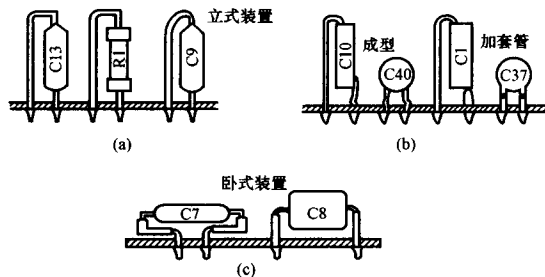
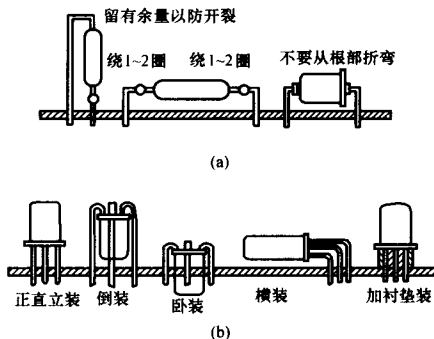
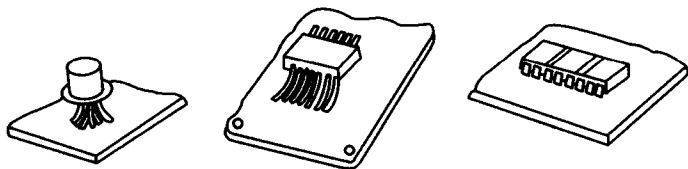

图 1-8 阻容元件装置
图 1-9 小功率晶体管装置
图 1-10 集成电路装置
(2) 印制电路板 在印制电路板上装置的元件一般有阻容元件、晶体二极管、晶体三极管、集成电路等。图 1-8 为阻容元件装置。图 1-9 为小功率晶体管装置。图 1-10 为集成电路装置。